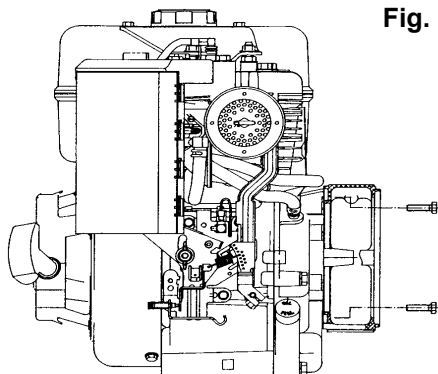

Fig. 1
-) montare il coperchio anteriore sul motore fissandolo con le apposite viti e applicando una coppia di serraggio di  $48 \pm 7\%$  Nm se si impiegano viti M10 o  $21 \pm 7\%$  Nm nel caso di viti M8 (fig. 1).
-) mount the front cover on the motor, by fixing it with the proper screws and by applying a tightening torque of  $48 \pm 7\%$  Nm if M10 screws are used or  $21 \pm 7\%$  Nm if M8 screws are used (fig.1).
-) monter le couvercle avant sur le moteur en la fixant avec les vis prévues à cet effet et en appliquant un couple de serrage de  $48 \pm 7\%$  Nm si on utilise des vis M10 ou de  $21 \pm 7\%$  Nm en cas de vis M8 (fig.1).
-) den vorderen Deckel auf den Motor setzen und ihn mit Hilfe der entsprechenden Schrauben und einem Anzugsmoment von  $48 \pm 7\%$  Nm festziehen, wenn Schrauben M10 verwendet werden, oder aber mit einem Anzugsmoment von  $21 \pm 7\%$  Nm bei Verwendung von Schrauben M8 (Abb. 1).
-) monte la tapa anterior encima del motor sujetandola con sus tornillos y aplicando un par de torque de  $48 \pm 7\%$  Nm si utiliza tornillos M10, o de  $21 \pm 7\%$  Nm si utiliza tornillos M8 (fig.1).